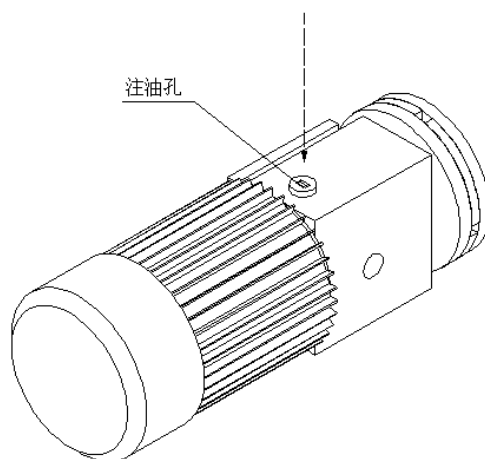

图 2-4
- ① 检查紧固体有无松动；
- ② 向减速器加注液体润滑油，观察油路是否畅通(见图 2-4)；